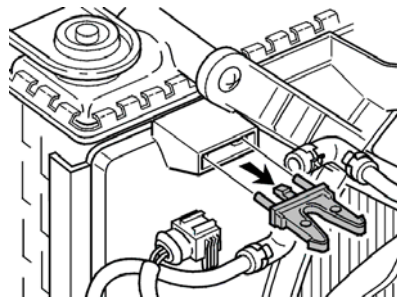

Fig. 2
- Déclipser le support du couvercle du ventilateur, puis mettre ce support au rebut (Fig. 2).